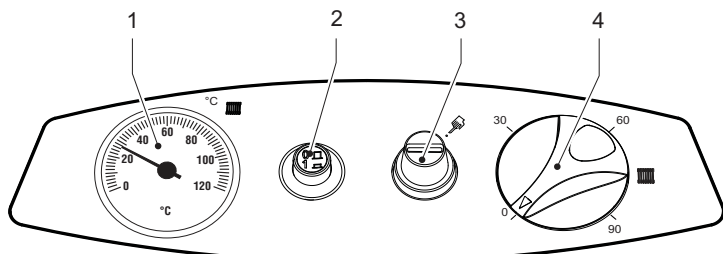

fig. 1 - Bedieningspaneel modellen ATLAS 32-78
- B** Ενεργοποίηση του θερμοστάτη ασφαλείας όταν η θερμοκρασία του λέβητα υπερβαίνει μια καθορισμένη τιμή, με αποτέλεσμα οι συνθήκες λειτουργίας να είναι επικίνδυνες. Για να αποκατασταθεί η λειτουργία, ξεβιδώστε την τάπα 3 του fig. 1 και πατήστε το μπουτόν επαναφοράς.
Druk op knop 2 van fig. 1 om ketel en brander te voeden. Raadpleeg voor de werking van de brander de betreffende handleiding.
Voor korte onderbrekingen drukt u op knop 2 van fig. 1 op het bedieningspaneel en zet u hem in stand "0". Wanneer de ketel langere tijd niet gebruikt wordt, moet u niet alleen knop 2 indrukken, maar tevens de brandstofafsluitklep dichtdoen. Om vorstschade te voorkomen wanneer de ketel in de winter langere tijd niet gebruikt wordt, moet de verwarmingsinstallatie met een speciale antivriesvloeistof gevuld worden of volledig afgetapt worden.
De gewenste temperatuur in de installatie instellen met de regelthermostaat 4 van fig. 1.